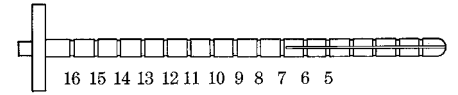

Figura 4-11. Instrumento de inserción de Furlow
1. Use el instrumento de inserción de Furlow (**Figura 4-11**) y la aguja de Keith para ayudar a introducir los cilindros en los cuerpos cavernosos.